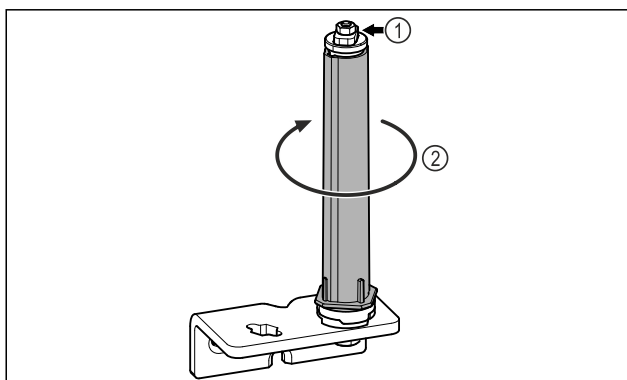

Fig. 21
- No desmontar el sistema de cierre de puertas Fig. 21 (1).
- Girar el sistema de cierre Fig. 21 (2) hasta que haga clic.